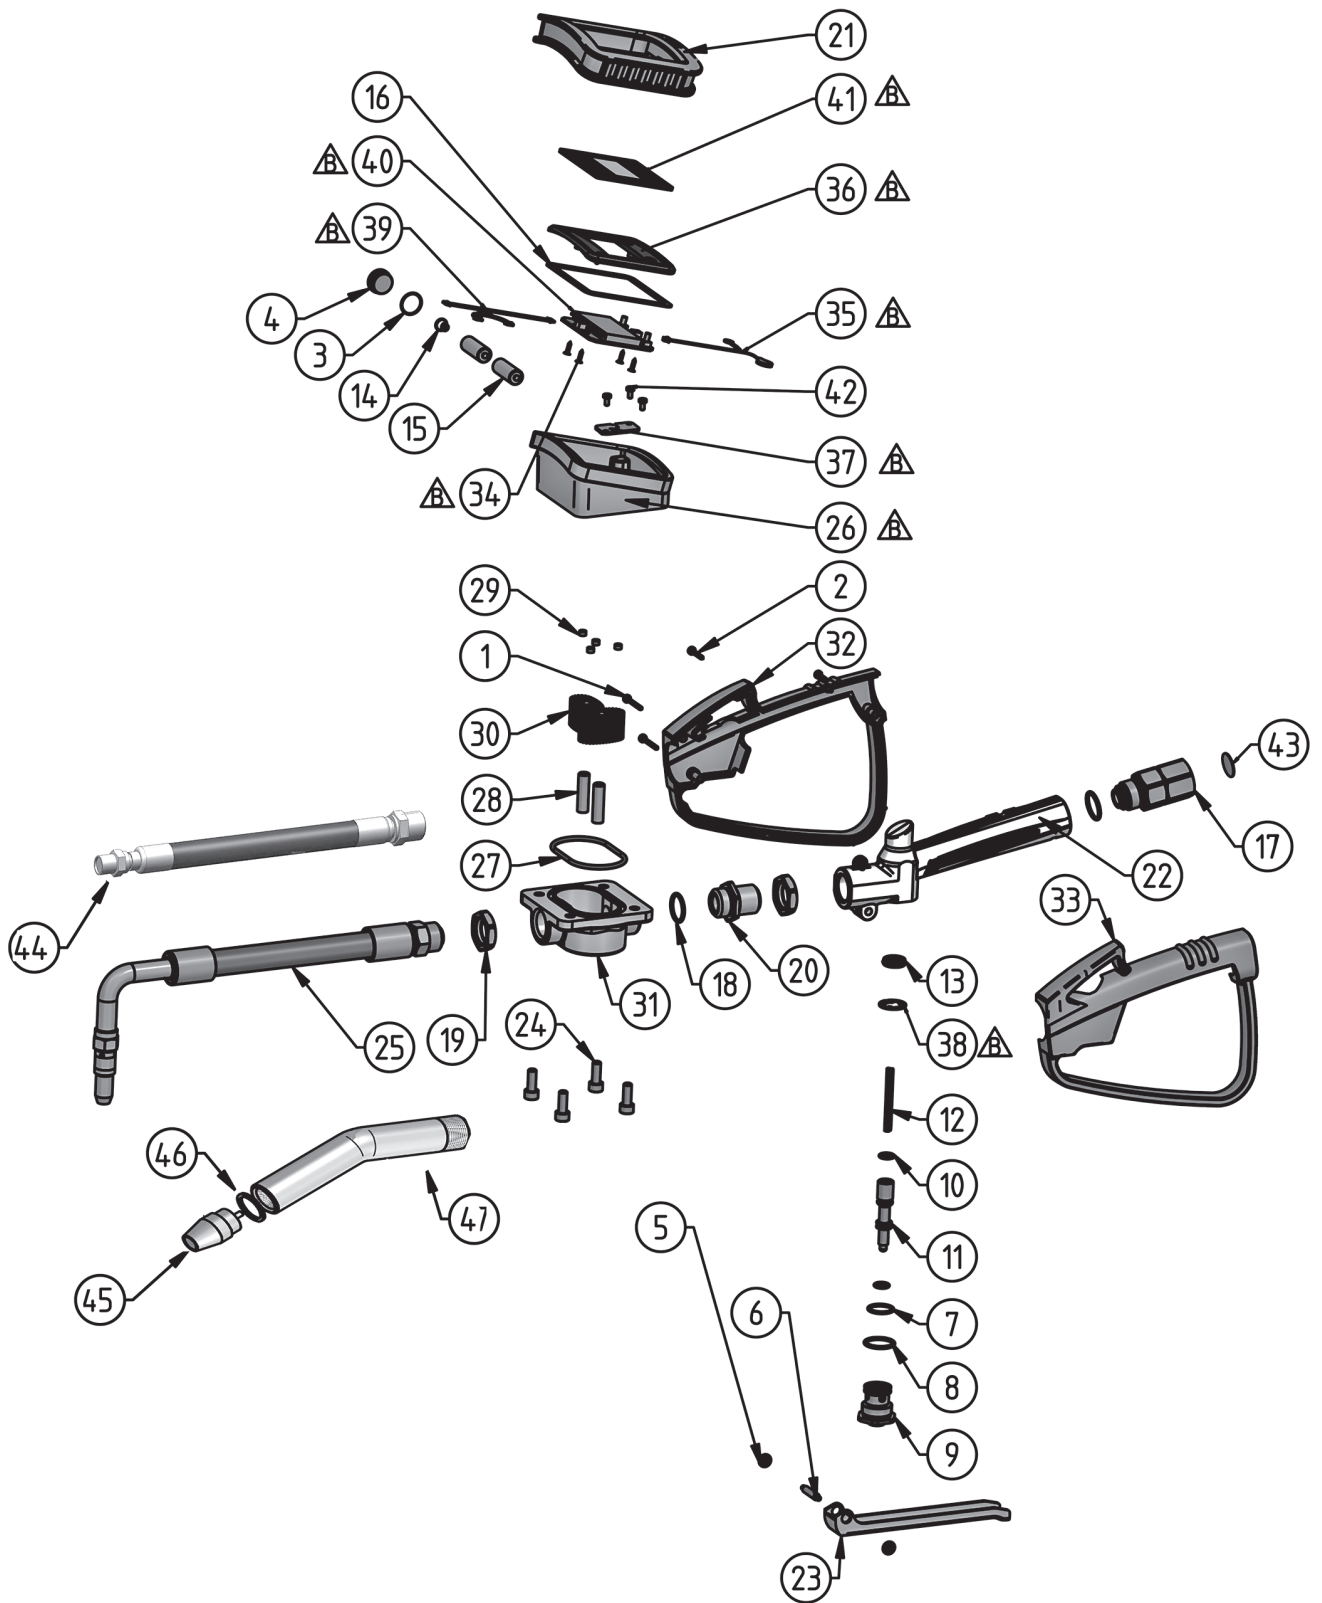

Fig. 15-1: Vue éclatée, débitmètre manuel
- La crépine, pos. 43 (fig. 15-1) doit être nettoyée de temps en temps, selon le degré d'encrassement.
Tab. 15-1: Liste des composants de la figure 15-1